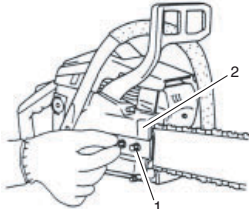

Fig. 1
1. Quite las tuercas de fijación (1) de la barra de cadena.
2. Quite la caja lateral (2), apretando la parte trasera de la caja lateral (Fig. 1)
6. Instale la caja lateral (2) en los pernos (5). Luego, apriete provisoriamente las tuercas de fijación (1). (Fig. 1)